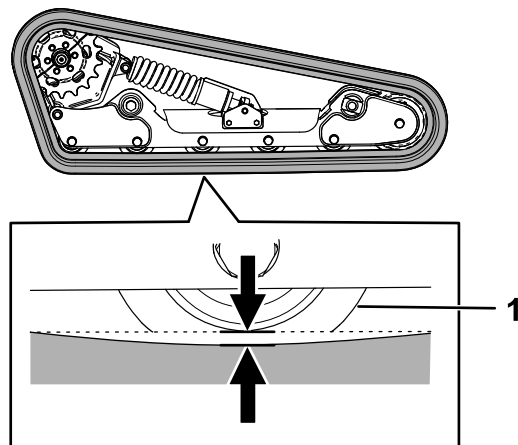

図 56
図 56のように、機体の左右どちらかの側を浮かせた状態で支持し、クローラの自重を利用してロードホイール
5. 図 56 のように、ドライブラチェット 1/2" で、テンションねじを回して、クローラのたるみを 12.7 mm に調整する。
9. 図 56 のように、クローラのたるみが 12.7 mm となっていることを確認する。必要に応じて調整する。
20. 図 56のように、ドライブラチェット1/2"で、テンションねじを左に回して、クローラのたるみを12.7 mmに調整する。
25. 図 56のように、クローラのたるみが12.7 mmとなっていることを確認する。